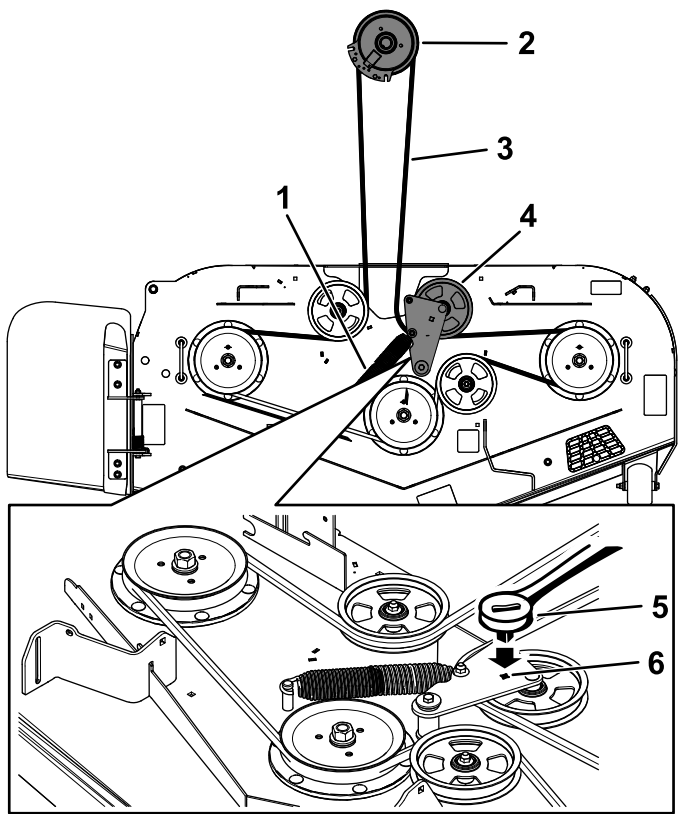

Figura 22
1. Utilice una llave de carraca de $\frac{3}{8}$ " en el orificio cuadrado del brazo tensor para aliviar la tensión del muelle tensor (Figura 22).
14. Instale la correa de la carcasa de corte alrededor de la polea tensora tensada con muelle (Figura 22).